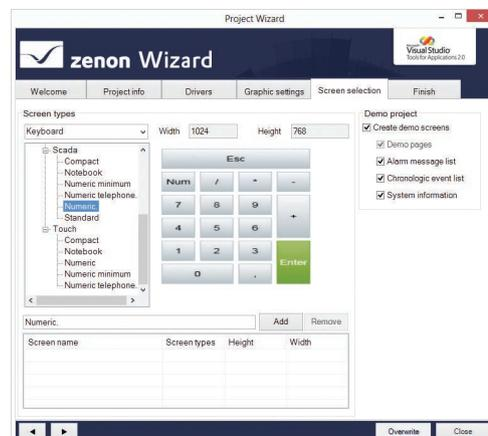

Abbildung 5:
- Handhabung der Bildvorlagen (siehe *Abbildung 5*):